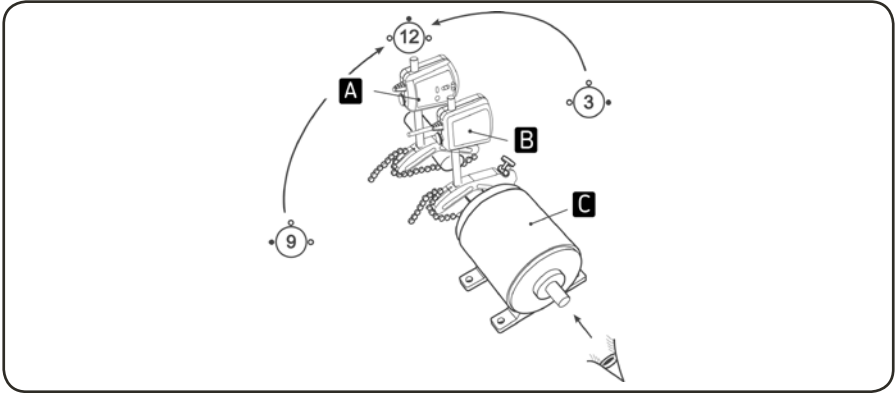
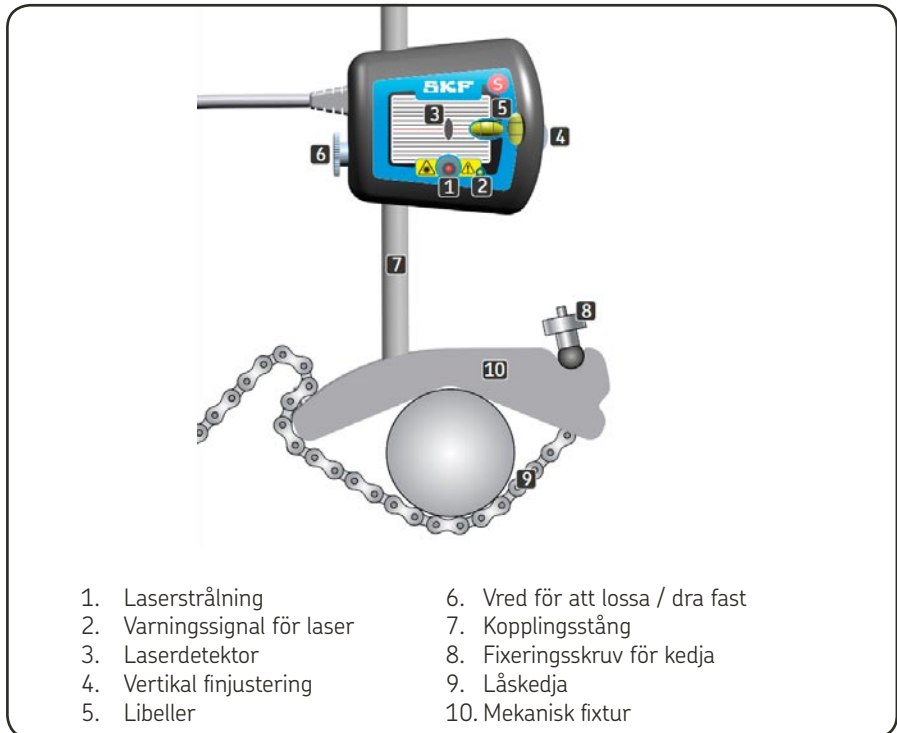

Fig. 4. Mätpositioner enligt klockan
Fig. 7. Mekanisk fixtur med mätenhet
2.2 Beskrivning av displayen och mätenheterna (fig. 6 / fig. 7)
- a) Placera de båda mätenheterna i läge klockan 12 med hjälp av libellerna (fig. 4 & fig.7).
Vrid axlarna för att flytta mätenheterna i läge klockan 9. Kontrollera mätenheternas läge mot de inbyggda libellerna (se fig. 7).